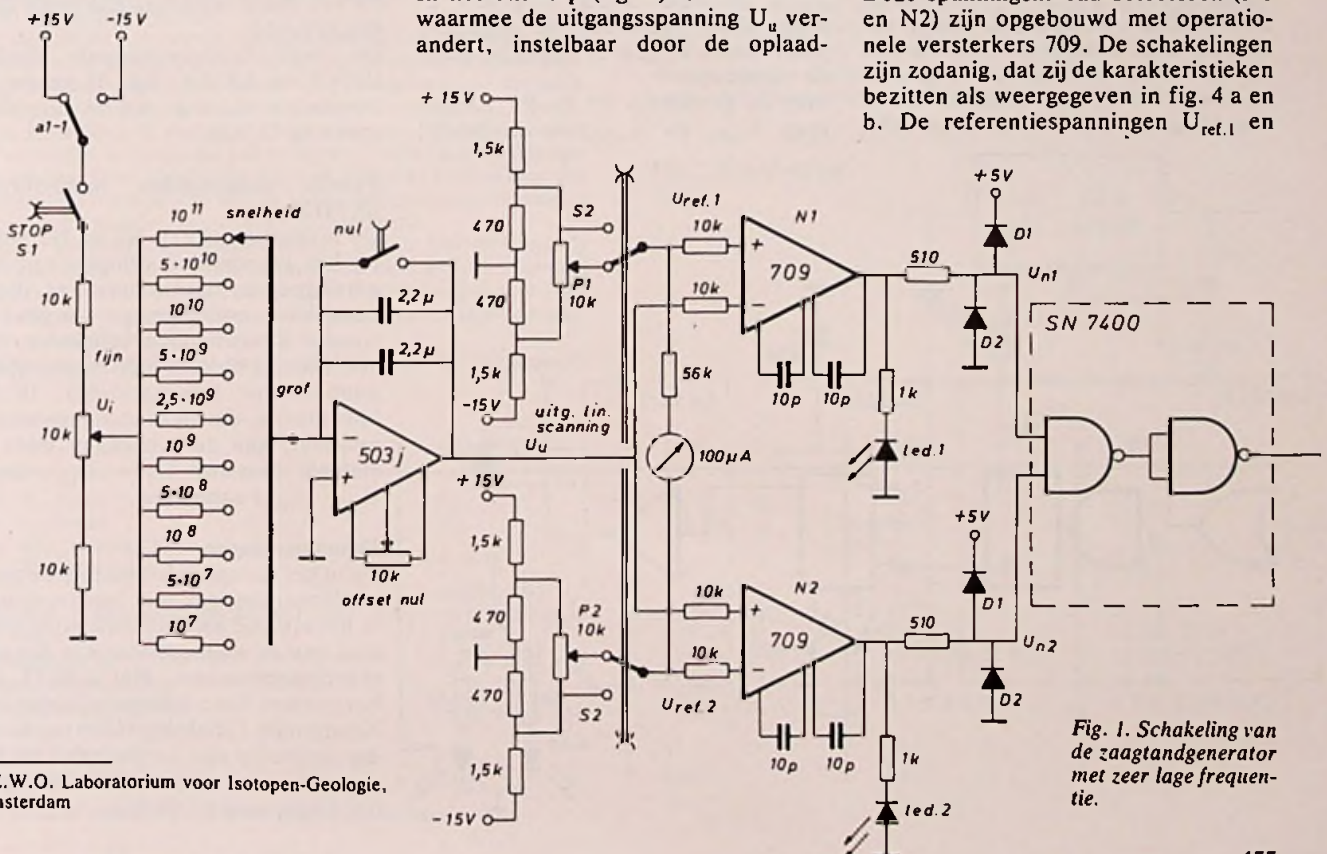

Fig. 1. Schakeling van de zaagtandgenerator met zeer lage frequentie.
In het ontwerp (fig. 1) is de snelheid waarmee de uitgangsspanning  $U_u$  verandert, instelbaar door de oplaad-
Deze schakeling (fig. 1) is opgebouwd uit (1) twee NAND-gates SN7400, welke zodanig zijn geschakeld dat zij een AND-gate vormen; (2) een monostabiele multivibrator SN74121, welke omslaat (one shot) op de neergaande flank van het ingangssignaal (1 $\rightarrow$ 0); (3) een bistabiele multivibrator SN7474;